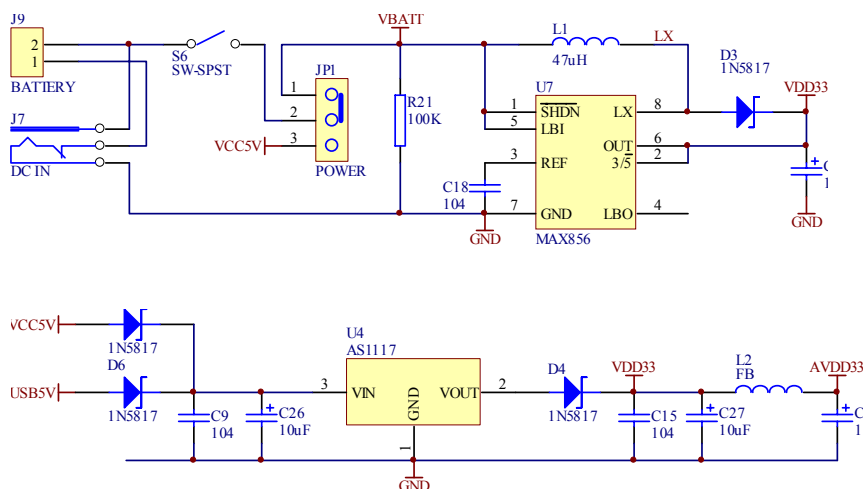

图 21 电源电路
11) 电源电路，包括升压芯片 MAX856 和降压芯片 AS1117。电源电路如图 21 所示。